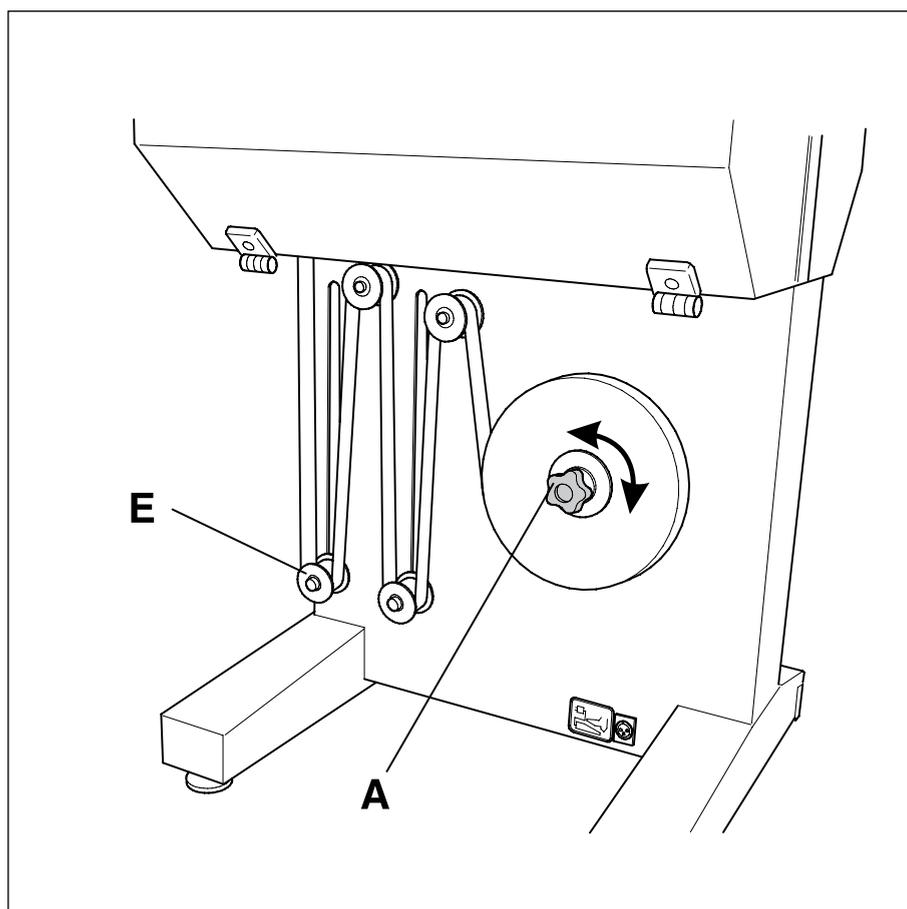
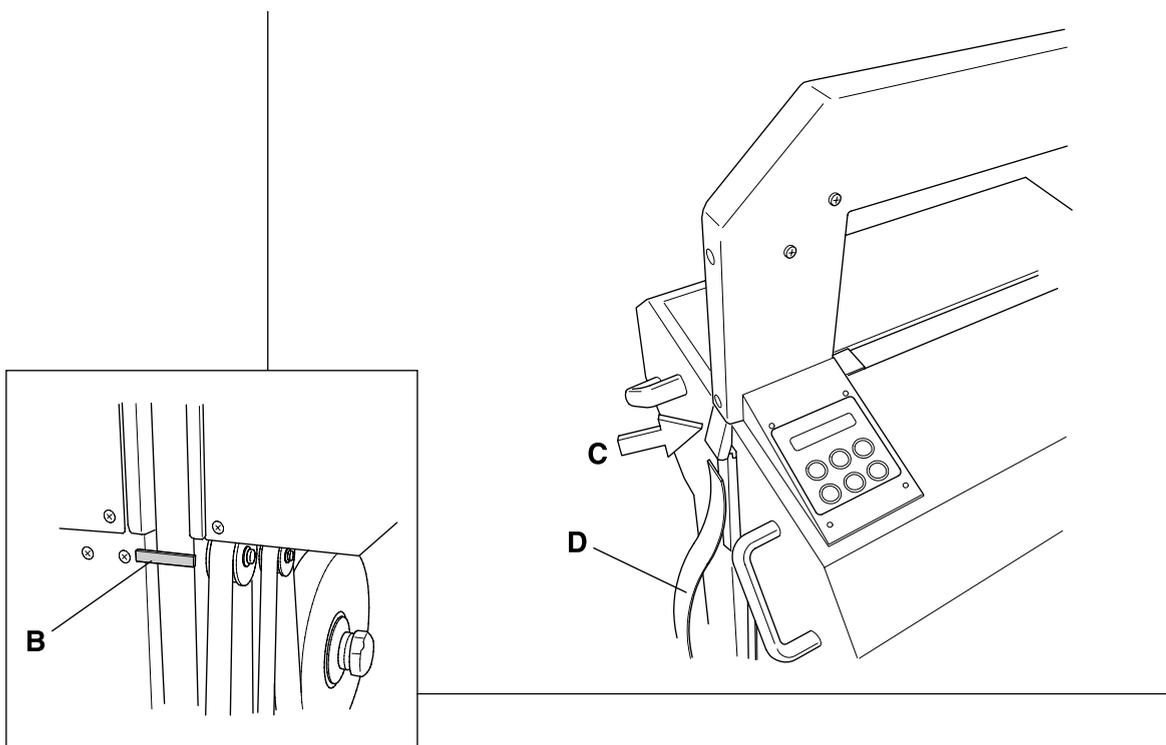

Fig. 3
Fig. 4
Tournez le bouton noir (A) en contre-sens des aiguilles d'une montre. Envelez le mandrin du rouleau utilisé. Posez le nouveau rouleau sur le porte-bobine de telle sorte qu'il se déroule comme indiqué sur la fig. 3. Poussez le mandrin en carton aussi loin que possible en arrière.
Mettre la bande de cerclage autour des rouleaux synthétiques comme indiqué sur la fig. 3, en passant à travers du frein (B) (voir fig. 4).